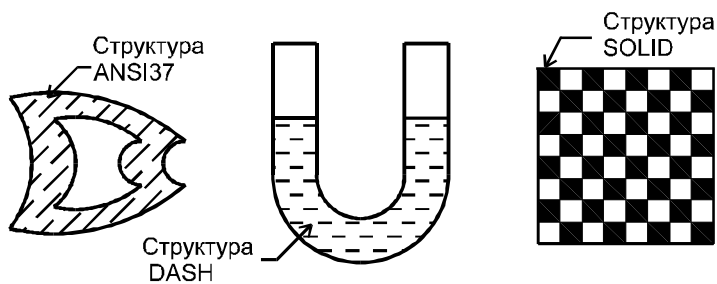

Рис. 36. Графическое задание № 4
4. Выполнить графическое задание № 4 (рис. 36). Начертить фигуры и заштриховать их.